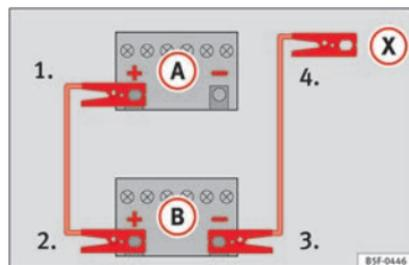

Fig. 69 Esquema de ligação para veículos sem sistema Start-Stop.
» **Fig. 69**.
- Em veículos sem sistema Start-Stop:* ligar uma extremidade do cabo *preto* de emergência ao polo negativo **(-)** do veículo que fornece a corrente **(B)** » **Fig. 69**.